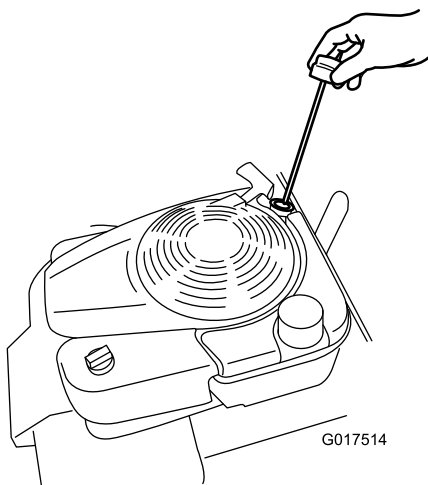

Figura 6
2. Retire vareta (Figura 6) e deite cerca de 3/4 da capacidade do cárter de óleo para o tubo de enchimento de óleo.